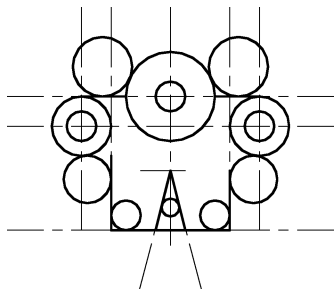

图 5-48 绘制连接弧示例
③ 绘制连接弧。使用“圆”命令，绘制连接弧。结果如图 5-48 所示。